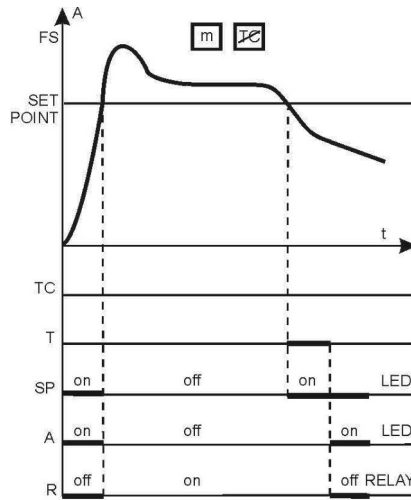

Fig.5
DS1-1: ON min set point (fig.5, 6)
under min set point programming and without TC (DS1-3=ON), when I=0, the relay is in alarm (fig. 5).
SOGLIA DI MIN (sottocorrente) -fig.5,6 L'utilizzatore può attivare a sua scelta il TC a seconda delle applicazioni:
- DS1-3=ON (TC disattivato), il dispositivo risulta in allarme a corrente "zero": l'applicazione per il controllo delle resistenze elettriche singole (fig. 5) è la più comune.
MIN SET POINT (undercurrent) -fig.5,6
- DS1-3=ON (TC is not activated), the device is in alarm with current = 0. The most common application is the control of a single electric resistance (fig. 5).